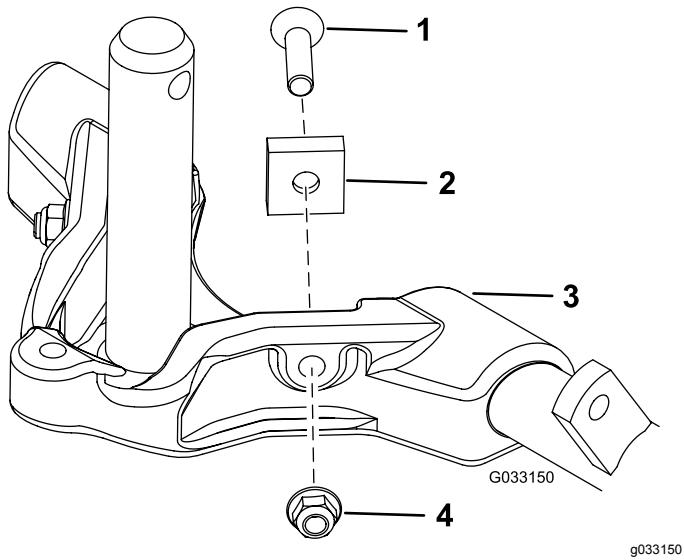

Figura 15
- Aumente el alcance de la dirección de las unidades de corte traseras retirando los 2 espaciadores de pivote, tornillos allen y contratuerca con arandela prensada (Figura 15) de los bastidores de tiro de las unidades de corte traseras (Unidades de corte 2 y 3); consulte Figura 12.